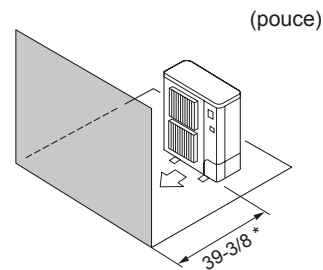

Fig. 2-9
- ④ Obstacles à l'avant (Fig. 2-9)